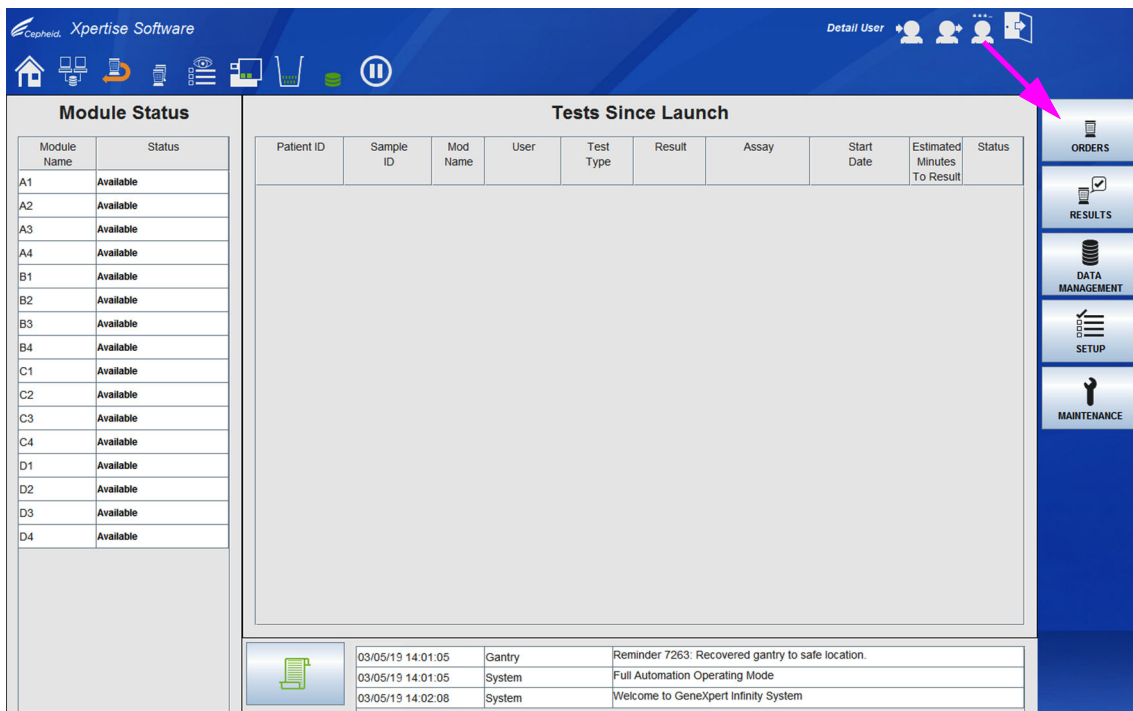
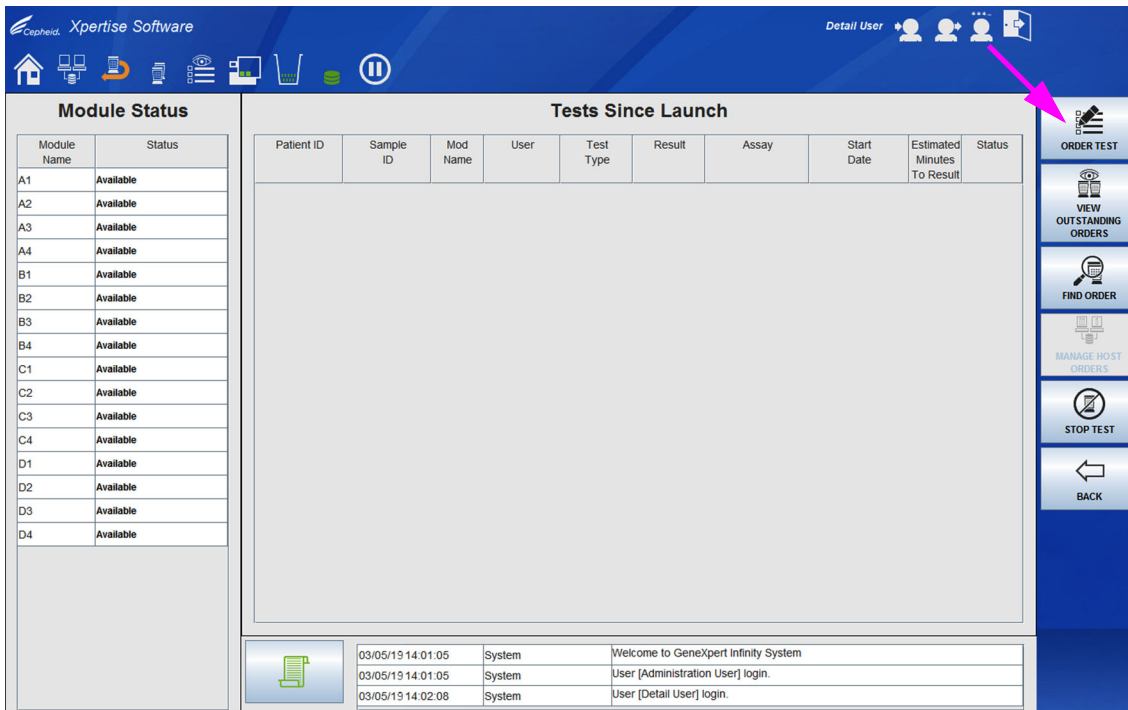
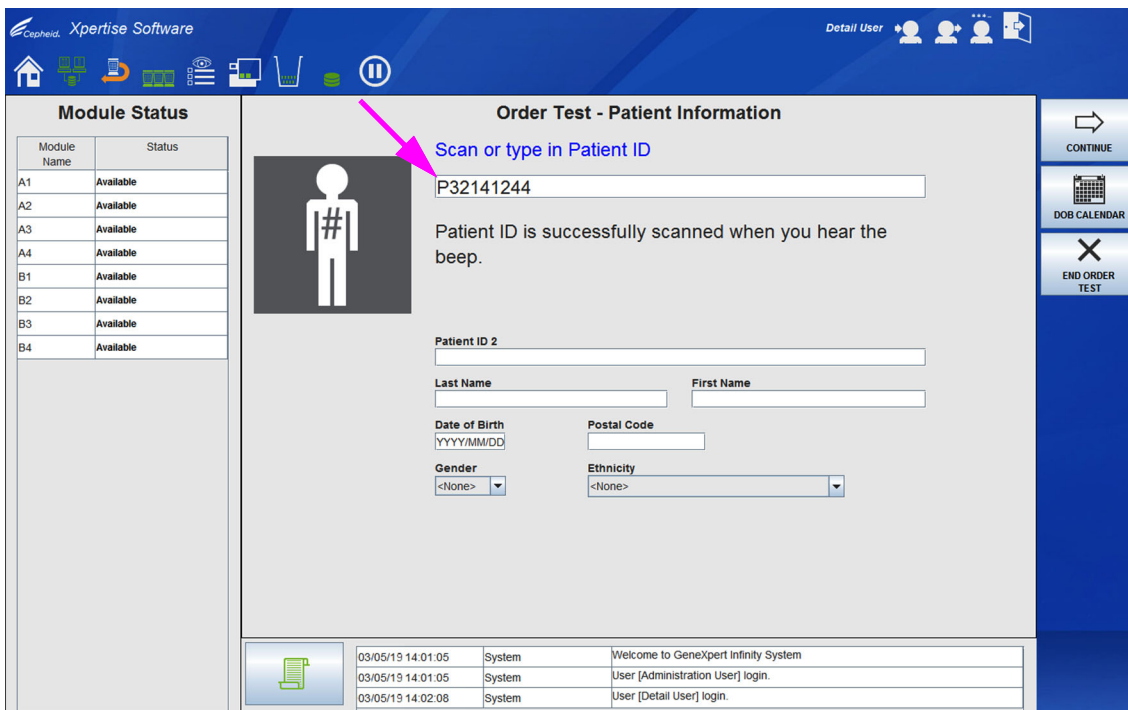
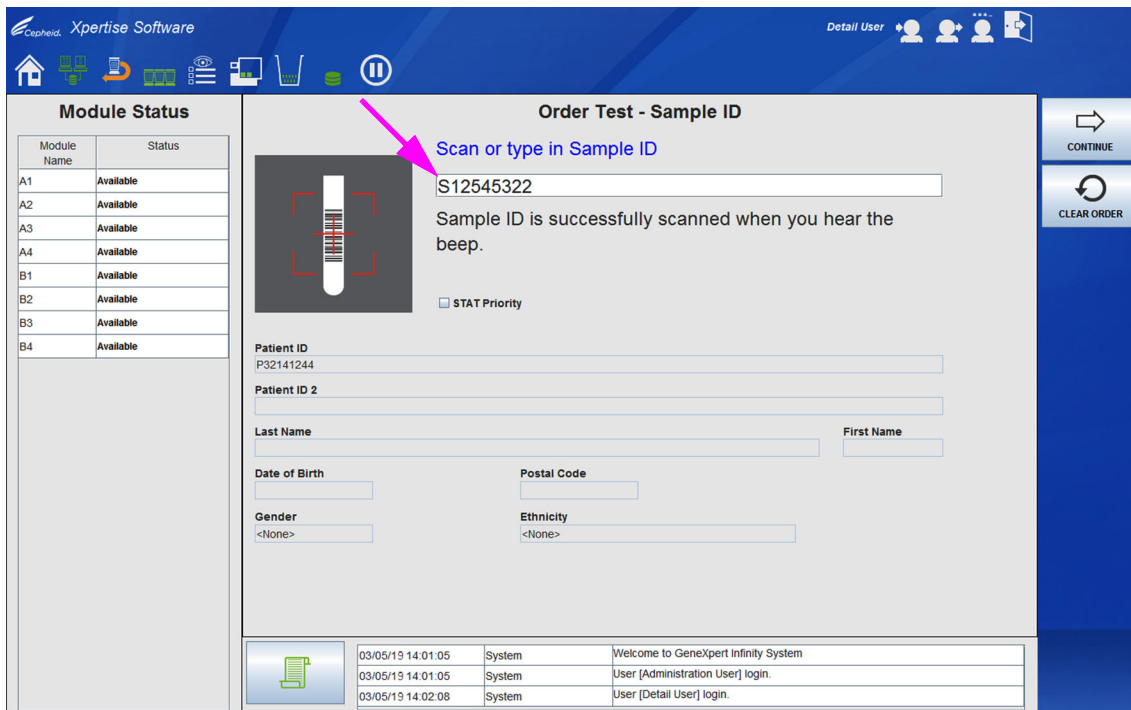

Figura 5-170. Área de trabalho inicial do software Xpertise
Figura 5-171. Menu Orders (Pedidos)
Figura 5-172. Área de trabalho Order Test (Pedir teste) – Patient ID (ID do paciente)
Figura 5-173. Área de trabalho Order Test (Pedir teste) – Sample ID (ID da amostra)
1. Na área de trabalho inicial do software Xpertise (ver Figura 5-170), selecione o botão **ORDERS (PEDIDOS)**. É apresentado o menu Orders (Pedidos). Ver Figura 5-171.
2. Selecione o botão **ORDER TEST (PEDIR TESTE)** (ver Figura 5-171). A área de trabalho Order Test (Pedir teste) – Patient ID (ID do paciente) é apresentada se a ID do paciente estiver ativada (ver Figura 5-172). A área de trabalho Order Test (Pedir teste) – Sample ID (ID da amostra) é apresentada se a ID do paciente não estiver ativada. Ver Figura 5-173.
3. Leia a o código de barras da ID do paciente utilizando o leitor de códigos de barras do quiosque ou escrevendo a ID do paciente. Ver Figura 5-172. A área de trabalho Order Test (Pedir teste) – Sample ID (ID da amostra) é apresentada. Ver Figura 5-173.
4. Leia a o código de barras da ID da amostra utilizando o leitor de códigos de barras do quiosque ou escrevendo a ID da amostra. Ver Figura 5-173.